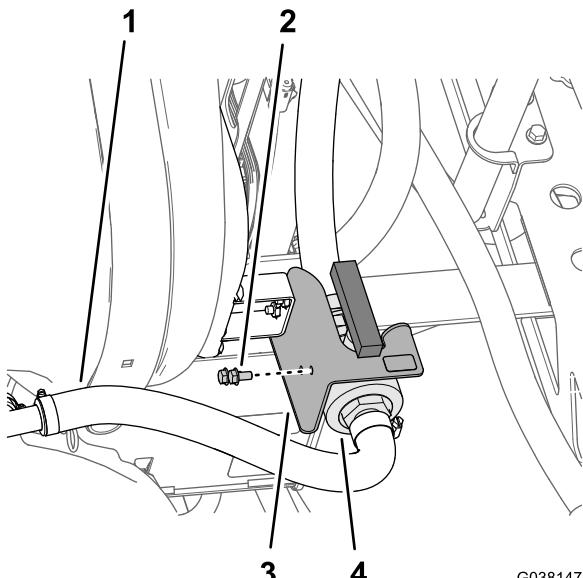

图21
1. 卸下将搅拌节流阀固定至节流阀支架上的 2 个凸缘头螺栓 $5/16 \times \frac{5}{8}$ 英寸 图21。